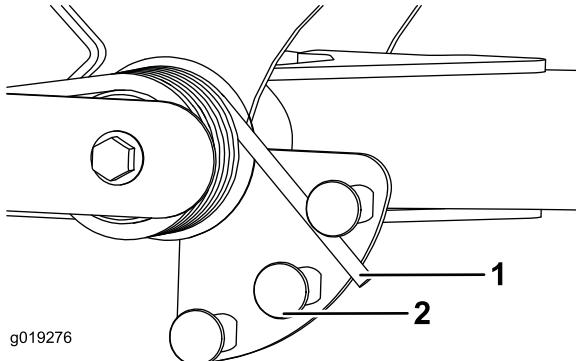

Figura 67
2. Inserite un tubo o un oggetto similare sull'estremità della molla lunga e giratelo attorno all'attuatore della molla nella posizione desiderata (Figura 67).